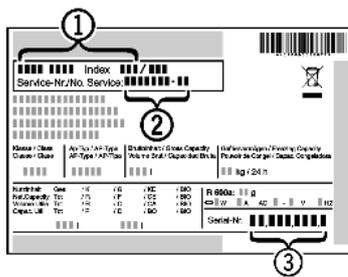

Fig. 24
- ▶ Считать обозначение устройства Fig. 24 (1), сервисный номер Fig. 24 (2) и серийный номер Fig. 24 (3) с заводской таблички. Заводская табличка находится внутри устройства слева.